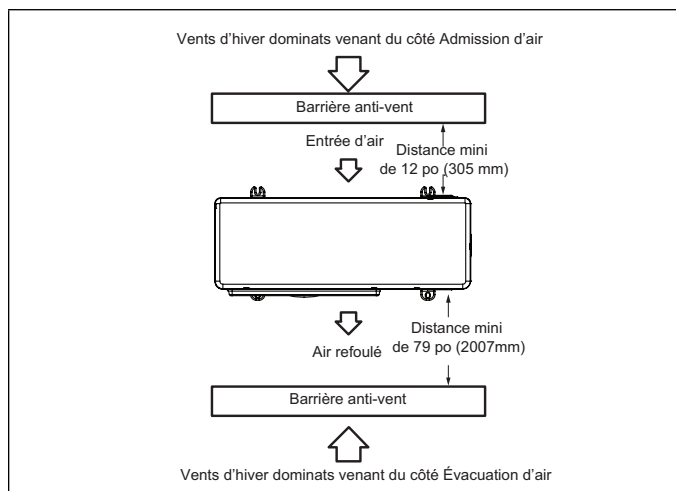

Figure 19. Barrière anti-vent
- Quand les vents dominants sont du côté de l'admission d'air, positionner la chicane anti-vent à un minimum de 12 pouces (305 mm) de l'unité comme illustré à la «Figure 19. Barrière anti-vent»
- Quand les vents dominants sont du côté évacuation, positionner la chicane anti-vent à un minimum de 79 pouces (2007 mm) de l'avant de l'unité comme illustré à la «Figure 19. Barrière anti-vent».